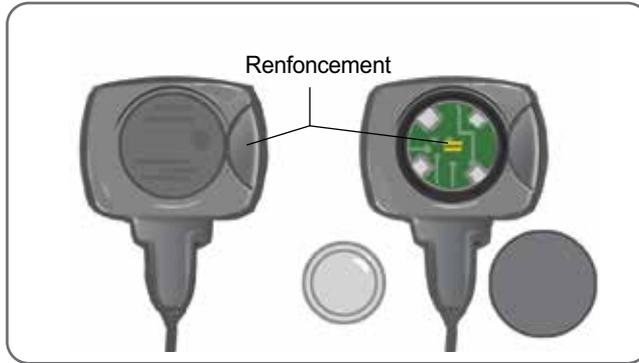

Figure 8-1 : Remplacement de la batterie du capteur talonnier
1. Aidez-vous du renforcement à l'arrière du capteur talonnier pour dégager le couvercle de la batterie. Reportez-vous à la figure 8-1.